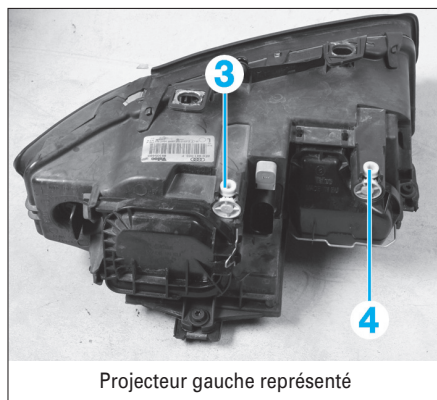

Fig. 41
- Procéder aux réglages des optiques en agissant sur la vis de réglage de l'axe vertical (3) et l'axe horizontal (4) (Fig.41).